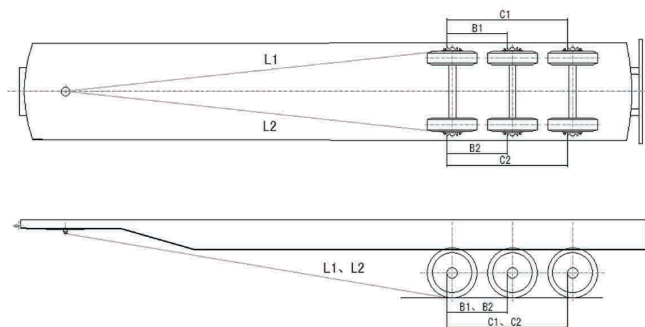

图16：轴距的调整
1.13、半挂车轴距的测量与调整（见图16）
MEASUREMENT AND ADJUSTMENT OF SEMI-TRAILER WHEELBASE(SEE FIG.16)